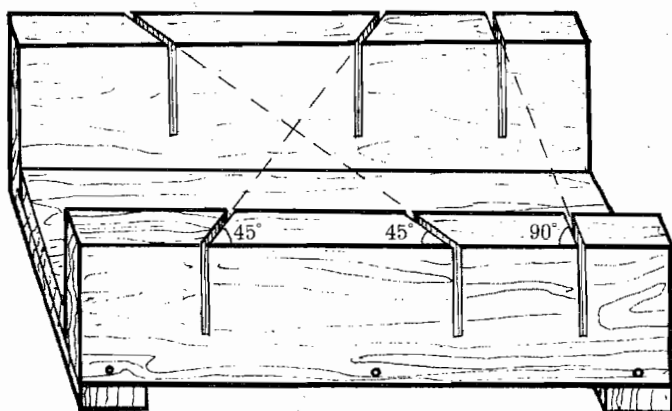

Рис. 30. Стуло.
**Стусло** — специальное приспособление для поперечного распила брусков и планок небольшого сечения на 90 и 45°. Его вы можете изготовить сами по образцу, изображенному на рис. 30.